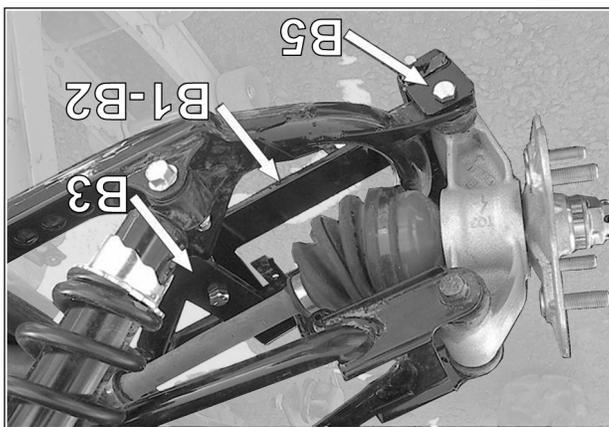
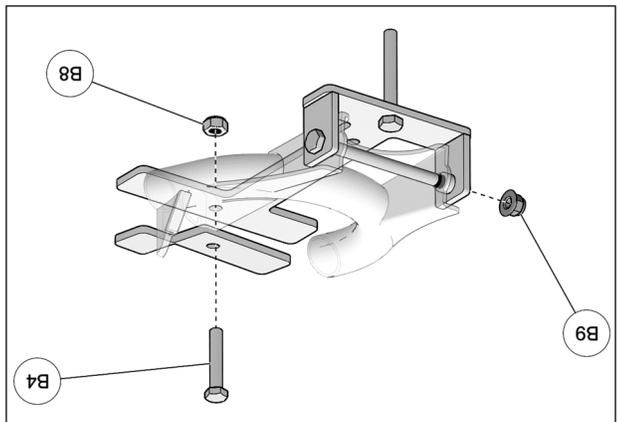

Fig. 10
Fig. 9
8. Boulonner l'ancrage et le couvercle ensemble avec les boulons (B4-B5) et les écrous (B8-B9) fournis. Serrer à un couple de 50 N•m [37 lb•pi]. Voir la Fig. 9 et la Fig. 10